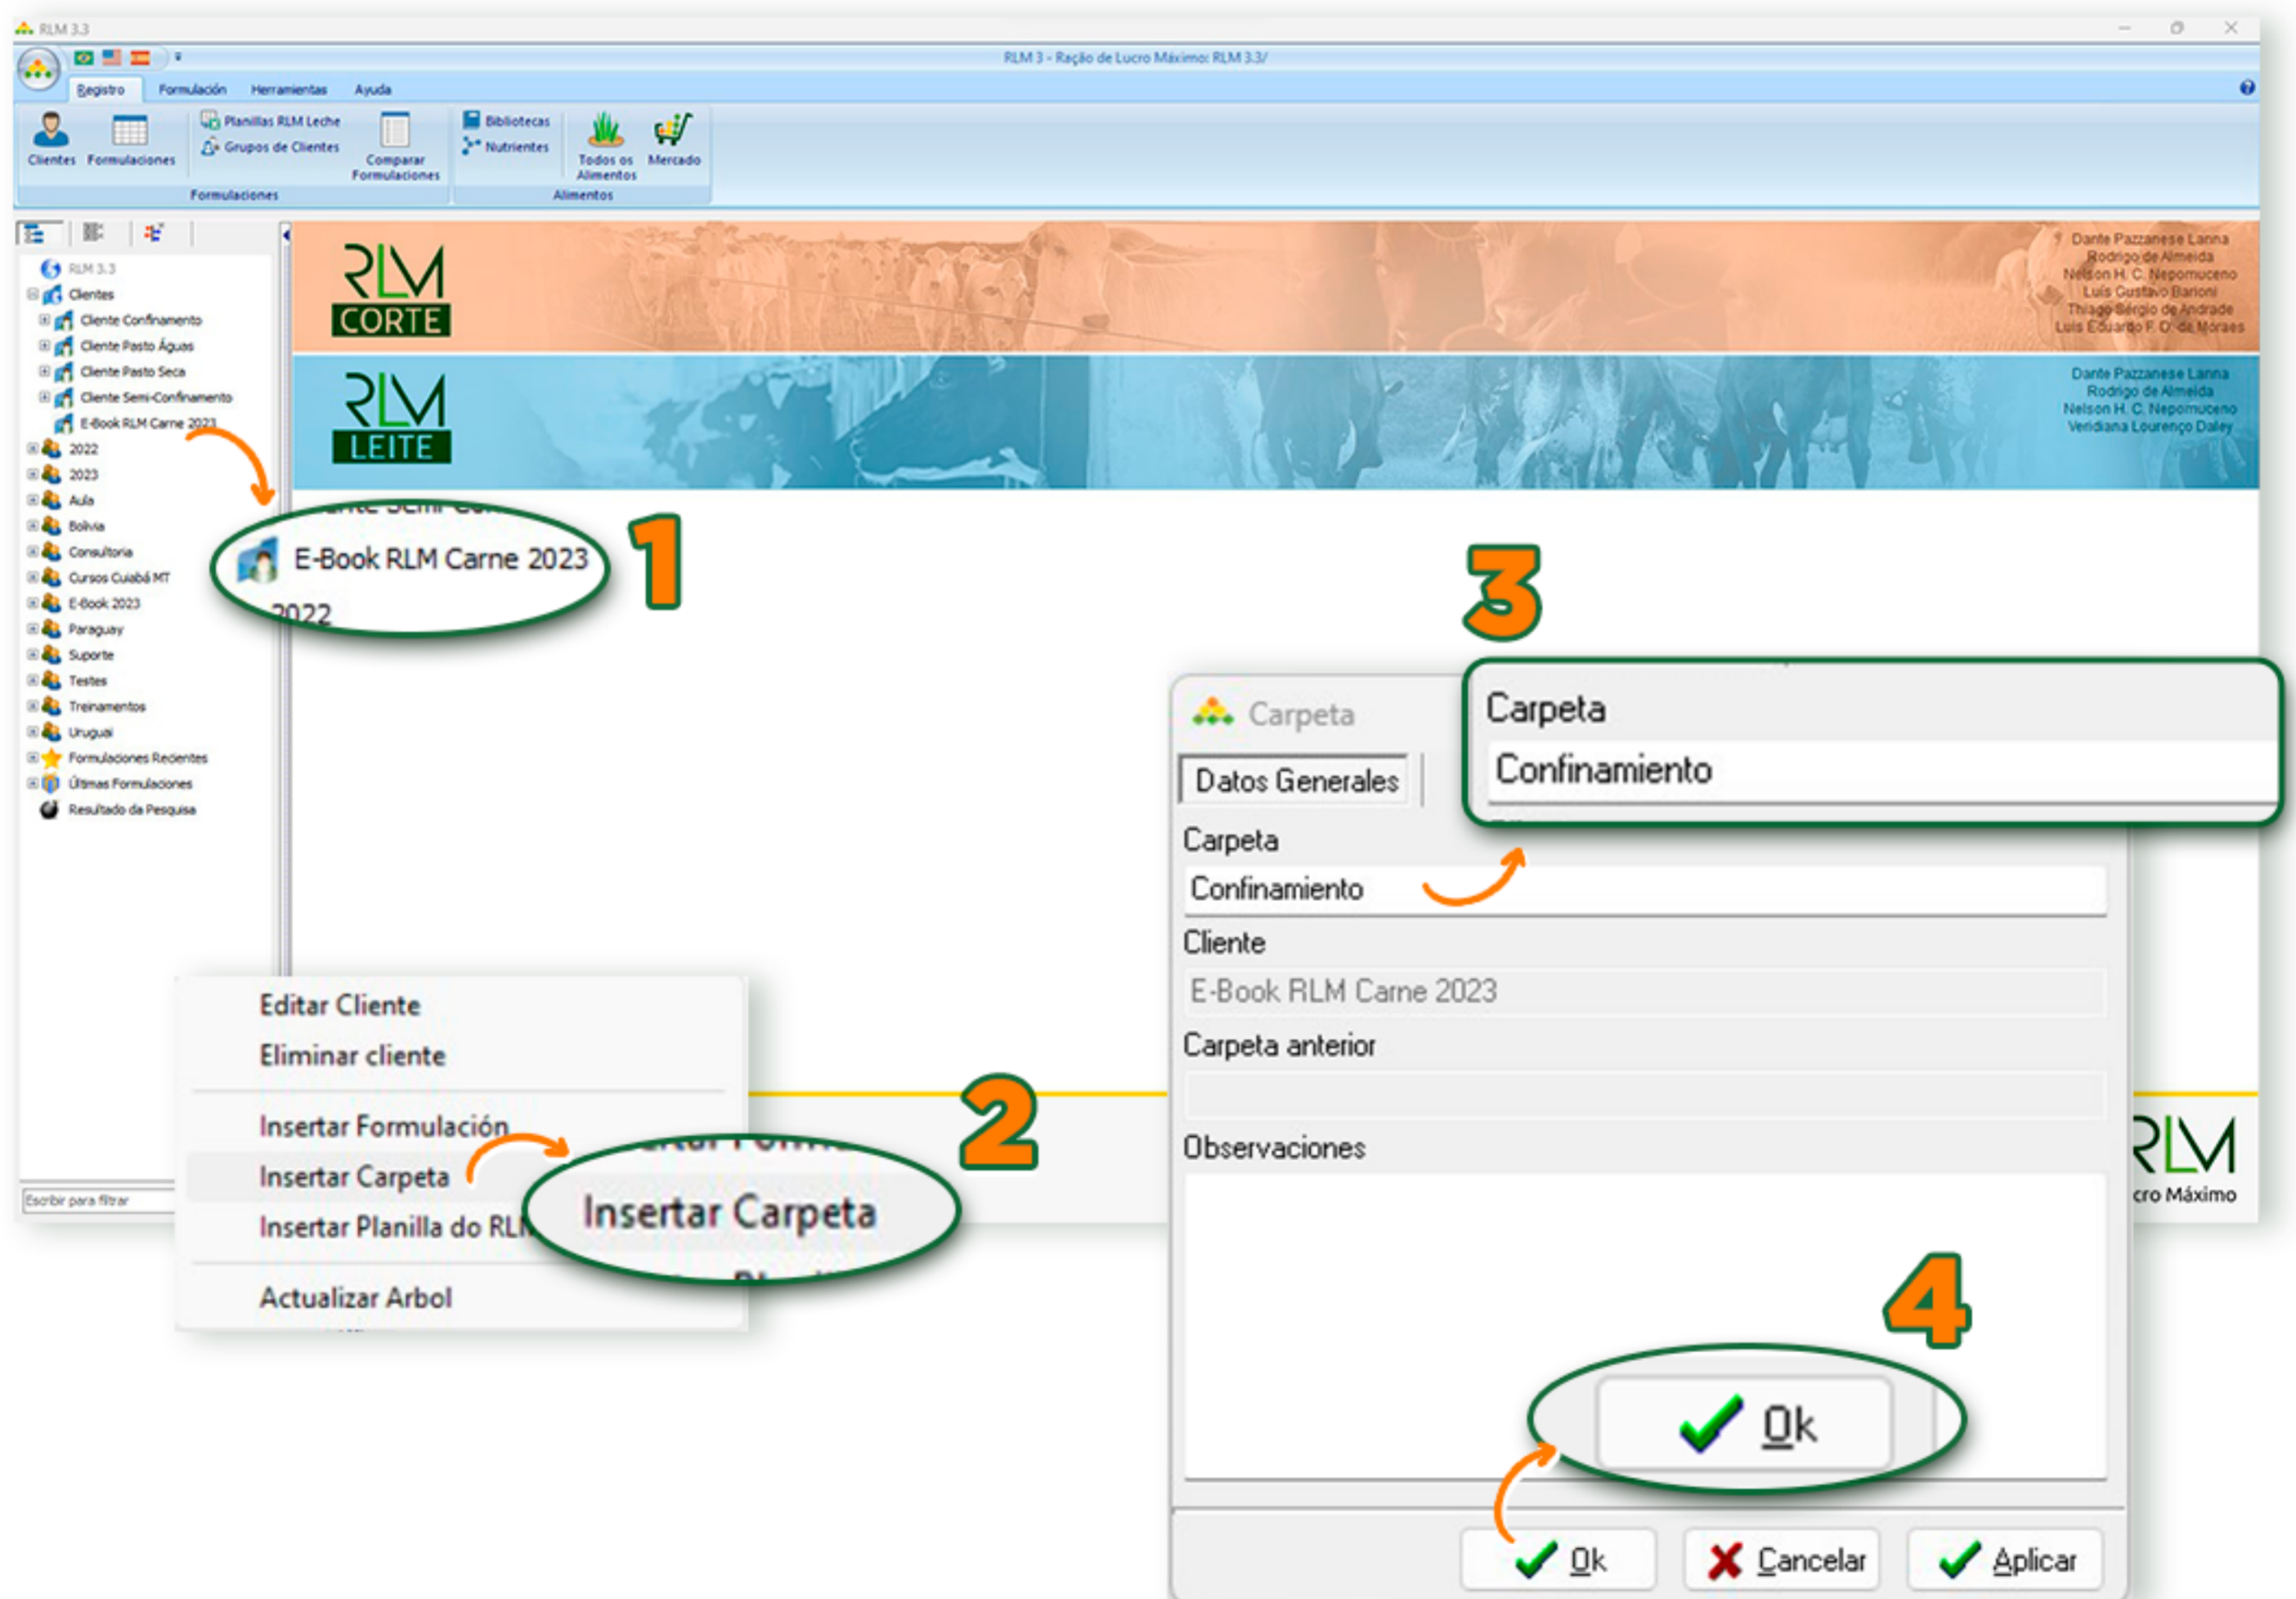

FIGURA 1.3 - INSERTANDO UNA NUEVA CARPETA
Haga clic con el botón derecho en el nuevo cliente registrado en el árbol de navegación (1) y luego seleccione "Insertar carpeta" (2). Nombre la carpeta "Confinamiento" (3), como se muestra en la Figura 1.3.